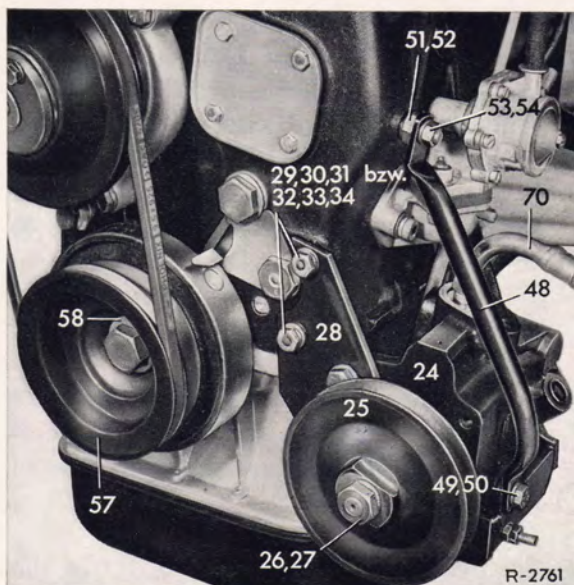

Bild 46-5/7
26. Batterie ausbauen. Dann Halter (60) für Ölbehälter am Batterierahmen befestigen (Bild 46-5/9).